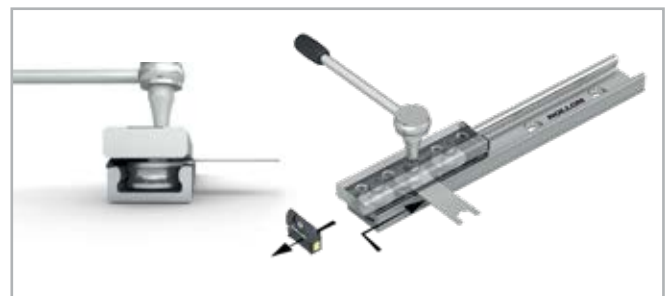

Abb. 60
- (5) Positionieren Sie den Läufer an einem Ende der Schiene, um das Einsetzen des Flachschlüssels zu erleichtern.
- (6) Setzen Sie den mitgelieferten Flachschlüssel seitlich zwischen Schiene und Läufer ein. Achten Sie darauf, ihn vom Ende des Läufers aus einzuführen, indem Sie ihn unter die Seitendichtung schieben, bis er den Rollenzapfen erreicht (Abb. 60). Greifen Sie mit dem Flachschlüssel in den Sechskant des Rollenzapfens.
- (7) Drehen Sie den Flachschlüssel im Uhrzeigersinn, so dass die exzentrische Rolle die Laufbahn gegenüber den festen, werkseitig eingestellten Rollen berührt und somit das Spiel des Läufers in der Schiene auf Null reduziert wird. Vermeiden Sie eine zu hohe Vorspannung, die zu hohem Verschleiß und geringerer Lebensdauer führen kann.
- (8) Während Sie den Rollenzapfen mit dem Flachschlüssel in der richtigen Position halten, ziehen Sie die Befestigungsschraube an, um sicherzustellen, dass der Zapfen zuerst in seiner Position arretiert wird.
- (9) Bewegen Sie den Läufer und überprüfen Sie die Vorspannung über die gesamte Länge der Schiene. Die Bewegung muss fließend sein. Wiederholen Sie den Einstellvorgang, wenn eine Schwingung/ein Spiel oder eine übermäßige Verschieberaft festgestellt wird. Die Vorspannung ist optimiert, wenn der Läufer fließend und ohne Spiel läuft.
- (10) Bei Läufern mit mehr als 3 Rollen wiederholen Sie diesen Vorgang für jeden einzustellenden Rollenzapfen. Stellen Sie sicher, dass alle Rollen einen gleichmäßigen Kontakt mit den Laufbahnen haben.
- (11) Ziehen Sie unter Beibehaltung der Winkelposition des Zapfens mit dem Flachschlüssel die eingestellte Rollenbefestigungsschraube mit einem Drehmomentschlüssel an. Das vorgeschriebene Anzugsmoment ist in Tabelle 28 dargestellt.
- (12) Montieren Sie die Abstreifer wieder am Laufwagen.